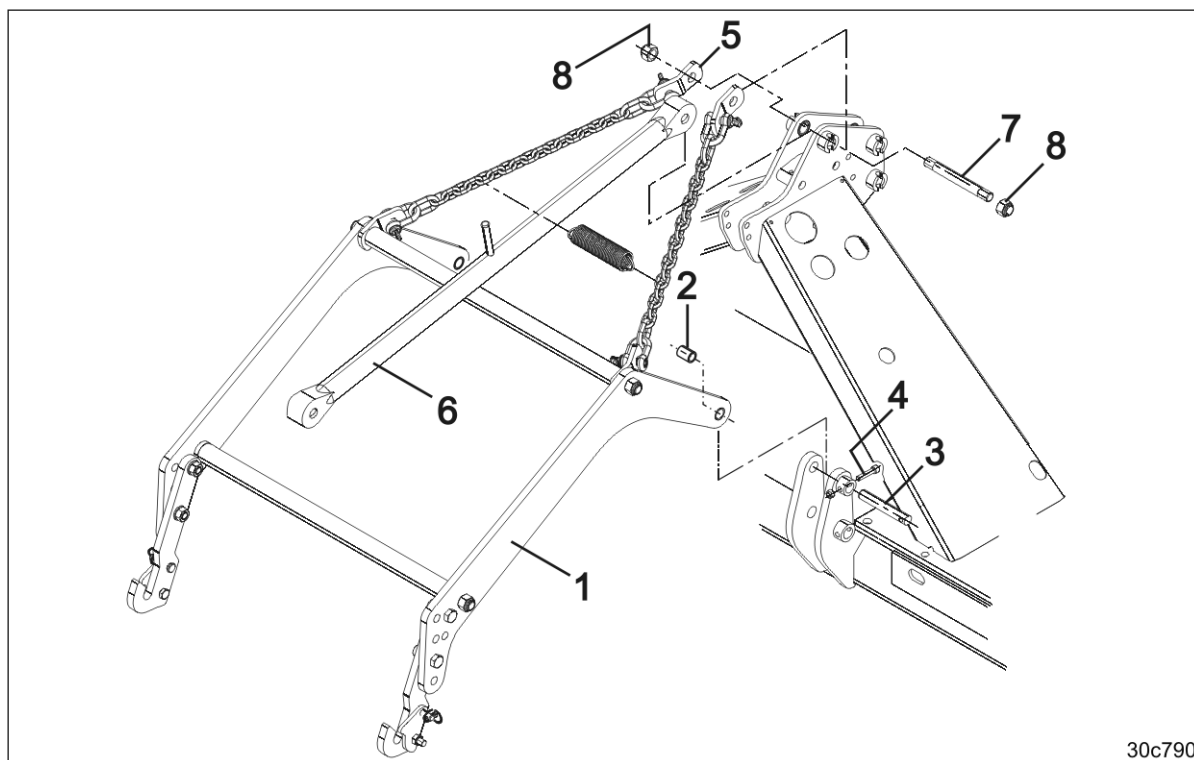

Fig. 37
1. Hægt koblingsbærearmene (Fig. 37/1) op i en kran.
2. Foretag sikring af koblingsbærearmene på jordbearbejdningsredskabet med to afstandsmuffer (Fig. 37/2) og to bolte (Fig. 37/3).
3. Foretag sikring af boltene med skruer (Fig. 37/4) og møtrikker.
4. Foretag sikring af laskerne (Fig. 37/5) til kæden og topstangen (Fig. 37/6) på jordbearbejdningsredskabet ved hjælp af en bolt (Fig. 37/7).
5. Fastgør boltene med to sikringsmøtrikker (Fig. 37/8).